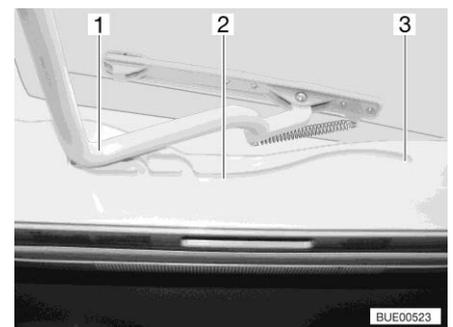

Fig. 109 Guía (claraboya Heki)
- Tirar el estribo (Fig. 109,1) en las guías (Fig. 109,2) hasta la posición trasera final (Fig. 109,3).
- Empujar el estribo (Fig. 109,1) ligeramente hacia arriba con ambas manos.
- Tirar el estribo en las guías (Fig. 109,2) hasta la posición deseada.